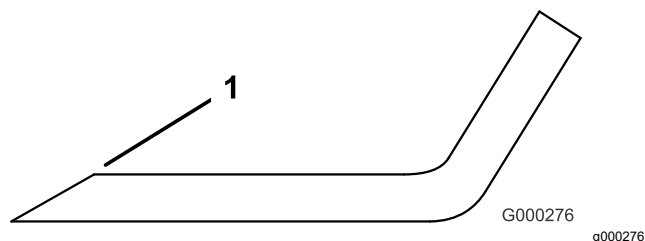

Figure 77
Remarque: N'aiguissez que le haut du tranchant et conservez l'angle de coupe d'origine pour obtenir une coupe nette (Figure 77). Limez la même quantité de métal sur chacun des deux tranchants pour ne pas déséquilibrer la lame.
3. Examinez les tranchants de toutes les lames et aiguissez-les s'ils sont émoussés ou ébréchés (Figure 77).